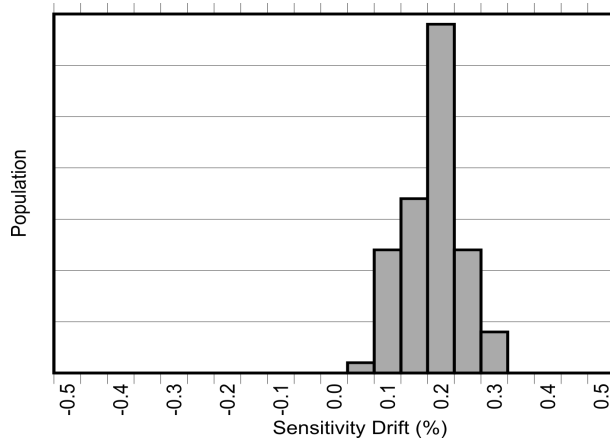
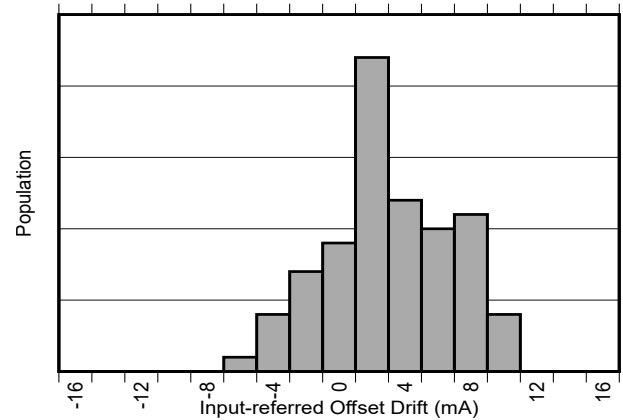

图 8-2. AEC-Q100 高温工作寿命应力测试后的灵敏度误差漂移
图 8-3. AEC-Q100 高温工作寿命应力测试后的以输入为基准的失调漂移
除了较大的热漂移之外，典型的磁性电流传感器由于在器件的寿命内老化，其灵敏度还会出现 2% 到 3% 的额外漂移。TMCS1133 中用于降低温度漂移的相同专有补偿技术也用于大大降低由于应力和环境条件（尤其是在较高的运行温度下）引起的老化而导致的寿命漂移。如 电气特性 所示，TMCS1133 具有行业出色的寿命灵敏度漂移，这是在标准第三批 AEC-Q100 认证期间，在 130°C 和 85% 相对湿度 (RH) 下进行高加速应力测试 (HAST) 后实现的。在按照 AEC-Q100 认证规定进行 1000 小时、125°C 高温工作寿命应力测试后，还观察到 电气特性 中规定的界限内的低灵敏度和温漂。这些测试模拟了器件在使用寿命期间的典型运行情况，表明与典型的磁性电流传感器相比，由于老化导致的器件性能变化得到了极大的改善。图 8-2 和图 8-3 展示了在进行 AEC-Q100 规定的